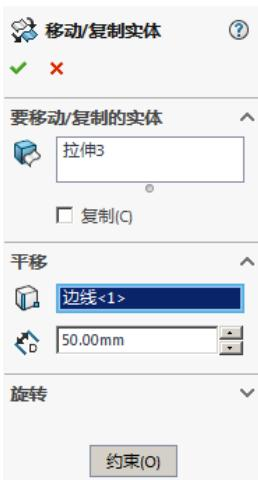

图5.18.3 “移动/复制实体”对话框(二)
Step4. 定义平移参考体。单击 **平移** 区域的 文本框使其激活，然后选取如图 5.18.1a 所示的边线 1，此时对话框如图 5.18.3 所示。
Step5. 定义平移距离。在如图 5.18.3 所示的 **平移** 区域的 文本框中输入数值 50.00。